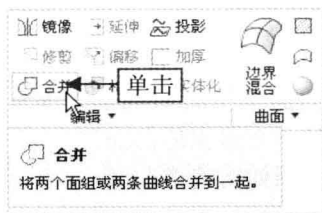

图 10-55 单击“合并”按钮
Step 02 在“功能区”选项板的“模型”选项卡中，单击“曲面”面板中的“合并”按钮 ，如图 10-55 所示。